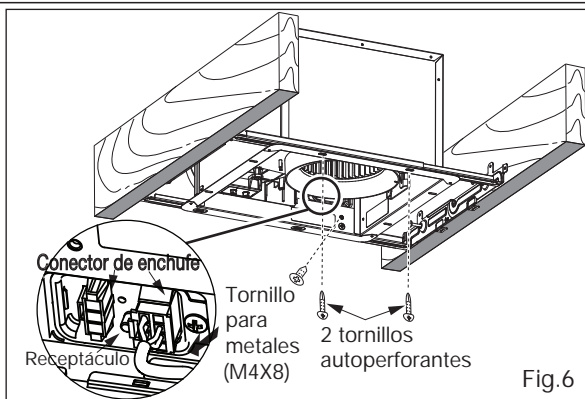

Fig.6
8. Inserte el cuerpo del extractor y deslice el conjunto del adaptador aplicando cierta fuerza, hasta que la brida se traslape con el soporte Flex-Z Fast™. Instale el cuerpo del extractor en el soporte Flex-Z Fast™ utilizando 2 tornillos autoperforantes, inserte el conector de enchufe en el receptáculo e instale el cuerpo del extractor en el adaptador utilizando el tornillo para metales (M4X8). (Fig. 6)